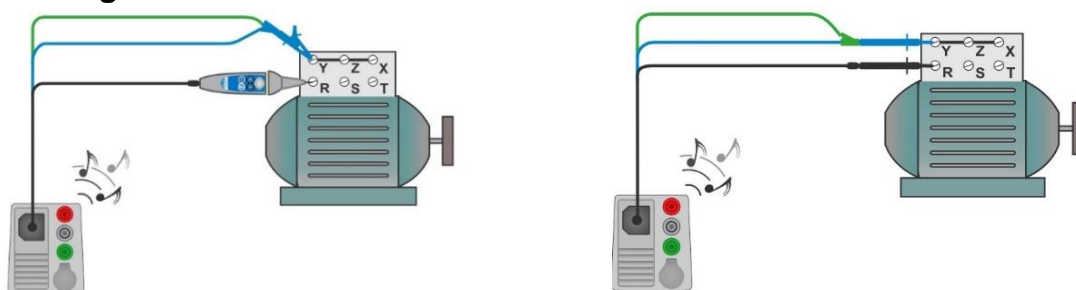

Fig. 4.28: Tip commander og 3-leder testledning installationer
- › Forbind testledninger s til objektet der skal testes, se **Fig. 4.28**